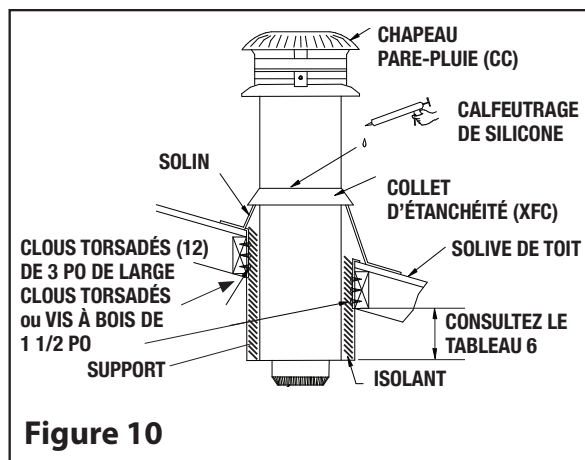

Figure 10
Étape 3 : En utilisant un niveau, assurez-vous que le support soit vertical. Si le support s'étire-dessus du toit, découpez-le de façon à ce qu'il soit égal au sommet du toit. Clouez le support à l'ouverture encadrée à l'aide de (12) clous torsadés - 3 po ou de vis à bois no. 8 x 1 1/2 po (voir Figure 10).